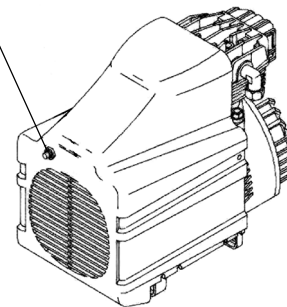

Fig.8
- (2) Si el cable de extensión no cumple con las especificaciones indicadas en la página 29, cámbiela por la indicada en esta página 29. Si la capacidad de la fuente de alimentación es insuficiente, aumentela para eliminar la causa de la circulación de corriente excesiva (sobrecorriente).
- (3) Espere aproximadamente 5 minutos, y luego presione el interruptor de reposición del protector térmico (Fig. 8).
- (4) Efectúe el arranque. Si el motor sigue parándose durante la operación, póngase en contacto con el servicio técnico.